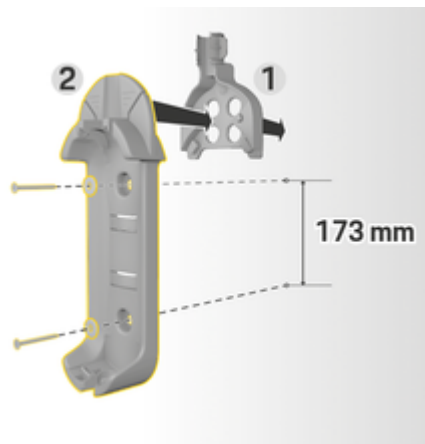

Fig. 26: Cotes de perçage
3. Pressez l'installation murale de base **2** (Fig. 26) dans le guide-câble **1** (Fig. 26) depuis l'avant.